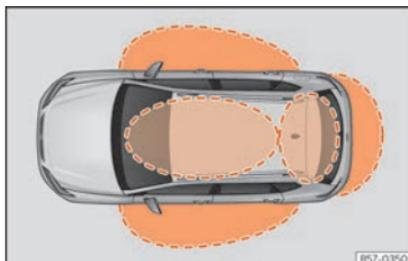
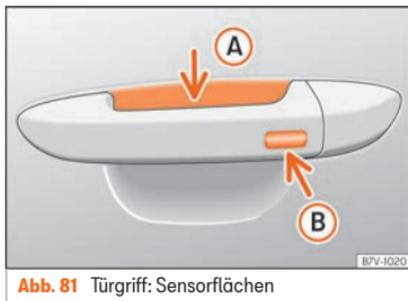

Abb. 80 Keyless Access: Näherungsbereiche.
Abb. 81 Türgriff: Sensorflächen
» Abb. 81
Keyless Access ist ein schlüsselloses Start- und Schließsystem, mit dem das Fahrzeug ohne aktive Fahrzeugschlüsselbenutzung ent- bzw. verriegelt werden kann. Dazu müssen sich lediglich ein gültiger Fahrzeugschlüssel im Erfassungsbereich für den Zugang zum Fahrzeug befinden » Abb. 80 und eine der Sensorflächen an den Türgriffen » Abb. 81 berührt oder der Softtouch/Haltegriff der Heckklappe betätigt werden » Seite 111 » i.
Befindet sich ein gültiger Schlüssel in einem der Funktionsbereiche »» **Abb. 80**, erteilt das schlüssellose Schließ- und Startsystem Keyless Access diesem Schlüssel eine Zugangsberechtigung, sobald eine der Sensorflächen an den Vordertürgriffen oder der Softtouch/Haltegriff an der Gepäckraumklappe betätigt wird.
- Umfassen Sie einen der Griffe an den Vordertüren. Dabei wird die Sensorfläche »» **Abb. 81 (A)** (Pfeil) im Türgriff berührt und das Fahrzeug entriegelt sich.
- Berühren Sie *einmal* die Verriegelungssensorfläche »» **Abb. 81 (B)** (Pfeil) am Griff an einer der Vordertüren. Die Tür, an welcher der Griff betätigt wird, muss geschlossen sein.
- Berühren Sie *einmal* die Sensorfläche »» **Abb. 81 (B)** (Pfeil) am Griff an einer der Vordertüren. Das Fahrzeug ist mit der „Safe“ »» **Seite 106**-Sicherheitssystem verriegelt. Die Tür, an welcher der Griff betätigt wird, muss geschlossen sein.
- Berühren Sie *zweimal* die Sensorfläche »» **Abb. 81 (B)** (Pfeil) am Griff an einer der Vordertüren, um das Fahrzeug zu verriegeln, ohne das Sicherheitssystem „Safe“ zu aktivieren »» **Seite 106**.
Wenn sich ein gültiger Fahrzeugschlüssel in der Nähe »» **Abb. 80** der Heckklappe befindet, entriegelt die Heckklappe beim Öffnen des verriegelten Fahrzeugs.
- Berühren Sie die Schließaste  auf dem Funkschlüssel und berühren Sie einmal innerhalb von 5 Sekunden die Verriegelungssensorfläche am Fahrertürgriff »» Abb. 81 . Greifen Sie nicht am Türgriff, da sich das Fahrzeug sonst nicht verriegelt. Die Deaktivierung kann auch erfolgen, wenn das Fahrzeug über Fahrertürschloss verriegelt wird.
Um mit der **Komfortfunktion** alle elektrischen Seitenfenster und das Glasdach zu schließen, legen Sie einige Sekunden einen Finger auf den Verriegelungssensorfläche »» Abb. 81  (Pfeil) am Türgriff, bis die Seitenfenster und das Dach geschlossen sind.
Die Sensoren der Türgriffe können durch einen Wasser- oder Hochdruckdampfstrahl aktiviert werden, sofern sich ein gültiger Schlüssel in der Nähe befindet. Ist mindestens eines der elektrisch betriebenen Seitenfenster geöffnet und wird die Sensorfläche »» Abb. 81  (Pfeil) an einem der Türgriffe permanent aktiviert, schließen sich alle Fenster.